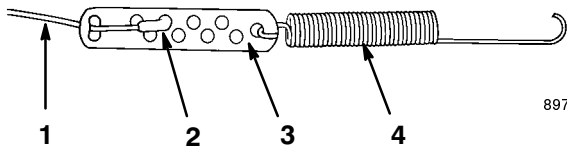

Bild 11
2. Haken Sie die Feder am Rundloch am Ende der Zueinstellung ein (Bild 11).
3. Sichern Sie das Ende des Bowdenzuges an der Zueinstellung wie im Bild 11 ab.